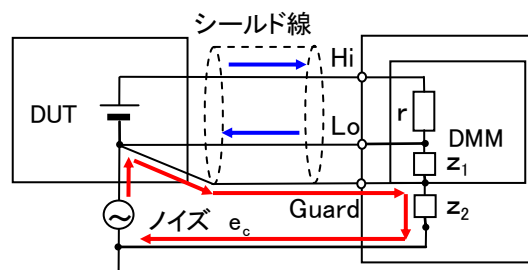

図3 シールドリングとガーディング
a)は外来の交流ノイズに対する対策を意味します。電磁界結合を小さくするためには、できるだけ短い線路で接続することが望まれます。b)はコモンモード・ノイズをできるだけHi/Lo端子に加えないようにする効果があります。図3のようにノイズ電流は赤い線の経路をたどることになります。c)はグランド電流が流れることを防ぐ効果があります。DMMとDUTの電源を同じコンセントから取るようにすると効果的です。